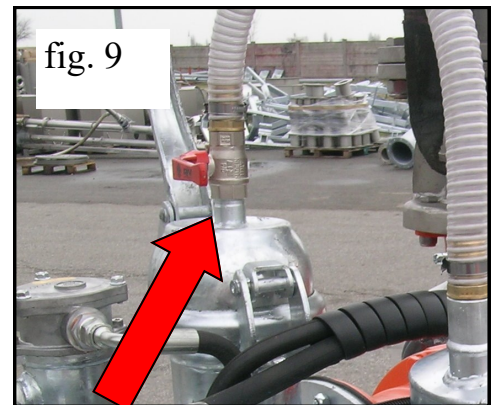

fig. 9
- ouvrir le robinet « A », voir fig. 9 ;